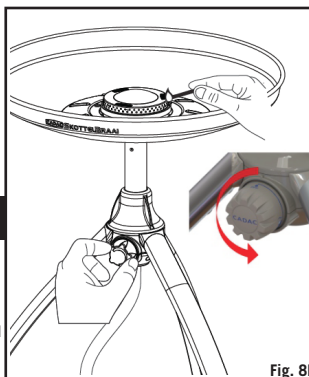

Fig. 8b
- Om het toestel aan te steken, eerst een lucifer of barbecue aansteker aansteken. Open de regelknop (K) enigszins zoals beschreven in 'Algemeen' en steek de brander van het toestel aan (G). Bij een koude start kan het toestel vanaf de bovenkant aangestoken worden (Zie fig.8b) voordat het gewenste kookoppervlak op de brander pan (F) geplaatst wordt.